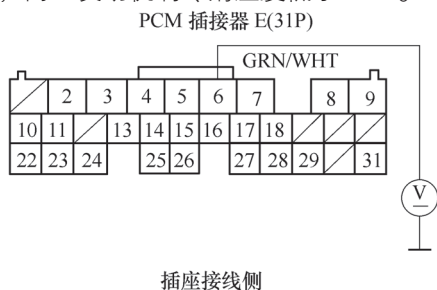

图 5-117 测量 PCM 插接器 E (31P) 的 6 号端子和车身搭铁之间的电压
12) 如图 5-117 所示在 PCM 接插器接通的情况下，测量 PCM 插接器 E (31P) 的 6 号端子和车身搭铁之间的电压，检查是否为蓄电池电压。如果是，检查 PCM 插接器 E